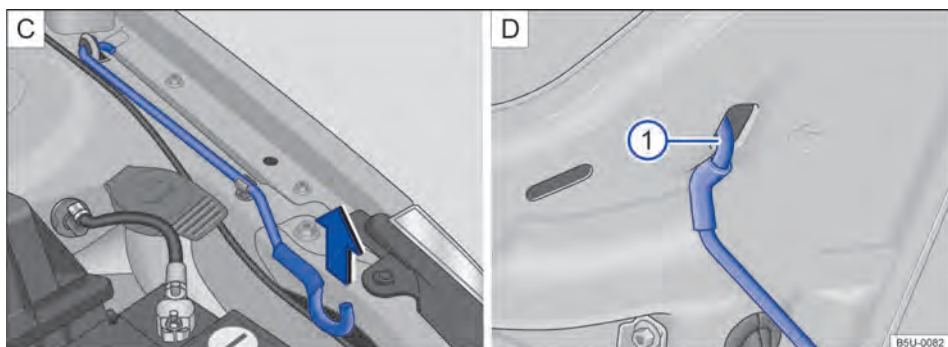

Fig. 193 [C] Haste de sustentação da tampa do compartimento do motor. [D] Tampa do compartimento do motor apoiada na haste de sustentação.
- Retirar a haste de sustentação do suporte no sentido da seta → Fig. 193 [C] e posicioná-la na abertura na tampa do compartimento do motor → Fig. 193 [D].
- Retirar a haste de sustentação do furo → Fig. 193 [D] e encaixá-la no suporte do fecho → Fig. 193 [C].